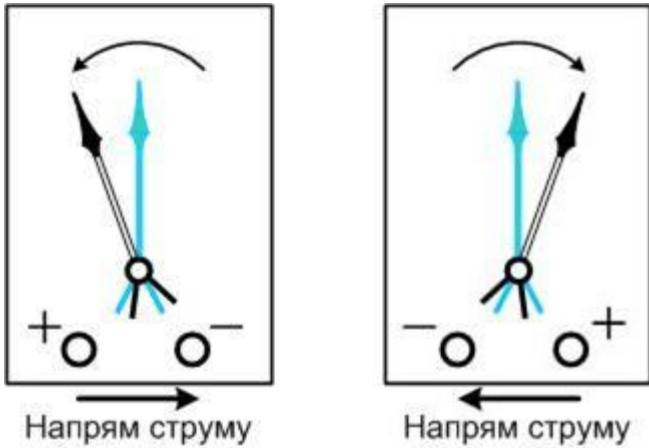

Рис. 5
5. Щоб перевірити правило Ленца, треба знати, як напрямлений індукційний струм у котушці. Для цього ми скористаємося наступним спостереженням. Якщо до гальванометра через достатньо великий опір приєднати джерело струму, то стрілка гальванометра відхилиться в сторону клем, з'єднаної з клемою «+» джерела струму (рисунок 5). Це дасть можливість визначити напрям струму в гальванометрі і в котушці та, за допомогою правила свердлика, визначити напрямок ліній індукції магнітного поля, яке створив індукційний струм..